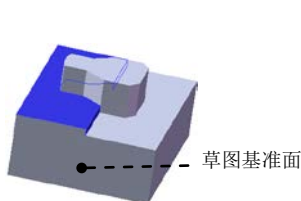

图 16.2.6 凸台—拉伸 3
Step4. 创建图 16.2.6 所示的零件基础特征——凸台—拉伸 3。
(1) 选择命令。选择下拉菜单 **插入(I)** → **凸台/基体(B)** → **拉伸(E)...** 命令(或单击“特征(F)”工具栏中的  按钮)。
(2) 定义特征的横断面草图。
① 定义草图基准面。选取图 16.2.6 所示的表面作为草图基准面。